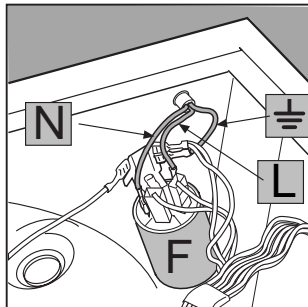

Abb. 4
3. Nehmen Sie die Drähte vom Entstörer **F** [Abb. 4] ab, achten Sie hierbei auf die korrekten Anschlussstellen (**Blauer Draht = N; Brauner Draht = L**) und lassen Sie den Erdleiter \equiv bis zum Schluss.